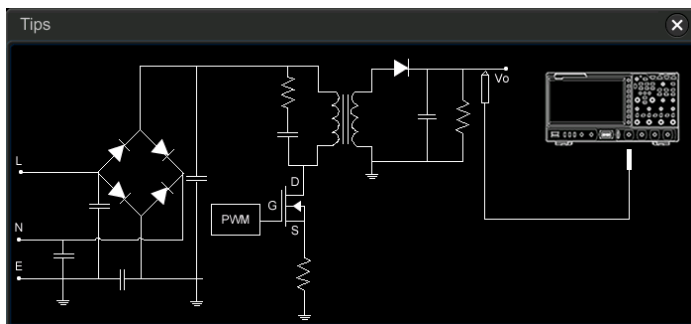

Figure 8-2 リプル解析の接続図
**Tips** を押すと画面にリップル解析の接続図が表示されます。Figure 8-2 の接続図にしたがってプローブを接続します。**Tips** を再度押す、あるいは接続図の右上の  をタップすると接続図を閉じることができます。